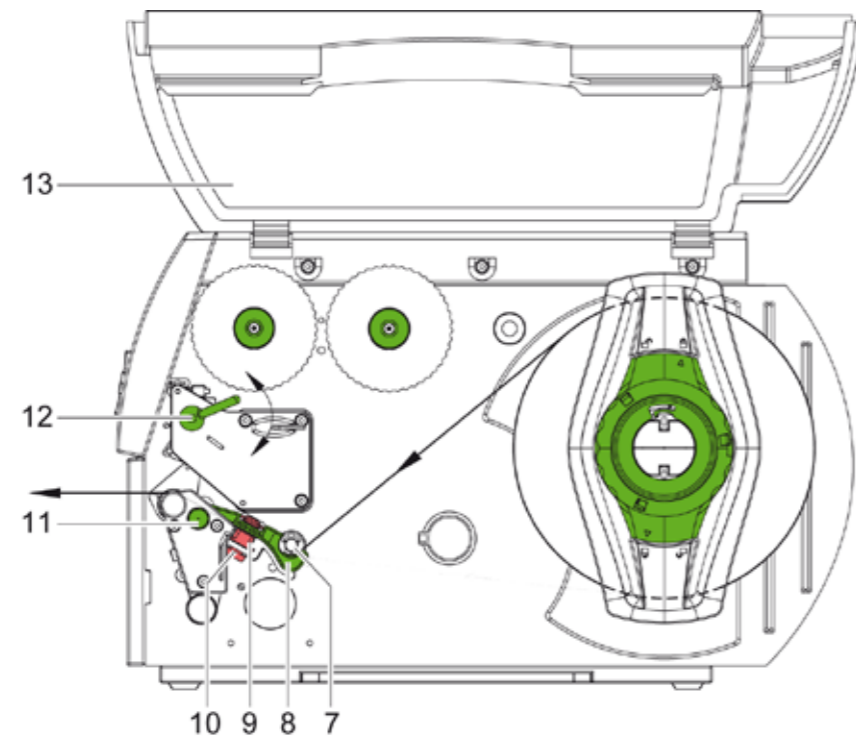

Figura 10 Percorso del materiale
- ▶ Allentare leggermente il pomello zigrinato (10, Figura 10) e posizionare correttamente il sensore (14) in modo tale che possa rilevare l'interspazio tra il materiale di stampa, la presenza di marcature a riflessione o la presenza di asole laterali perforate.